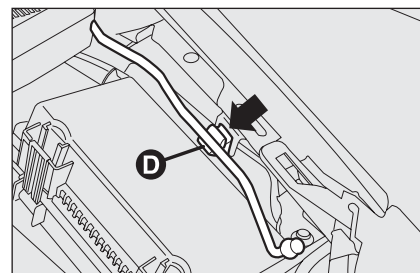
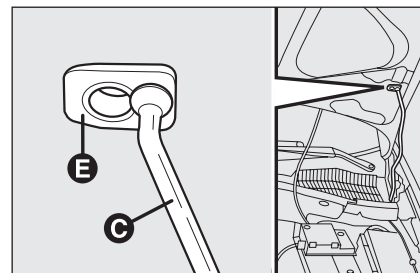

рис. 107
рис. 108
- ☐ Поднимите капот и в тоже время высвободите стержень **Д-рис. 107** из крепления, а затем установите конец стержня **С-рис. 108** в гнездо капота **Е**.
- ☐ Удерживайте капот в верхнем положении одной рукой, а другой рукой выньте стержень **С-рис. 108** из гнезда **Е** и установите его на штатное место в крепление **Д-рис. 107**;